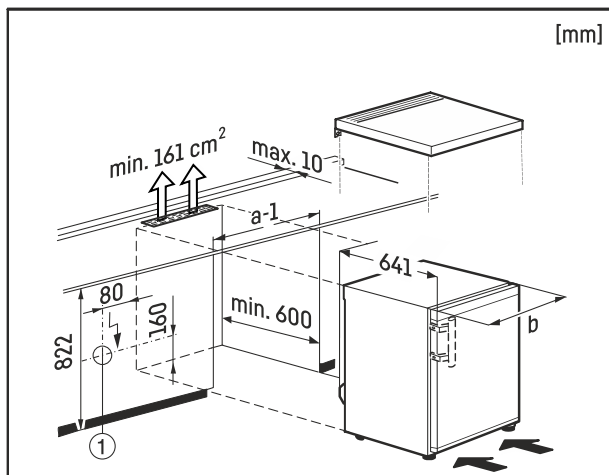

Fig. 9
Stikkkontakten Fig. 9 (1) må ligge utenfor skapets bakside, og være lett tilgjengelig.